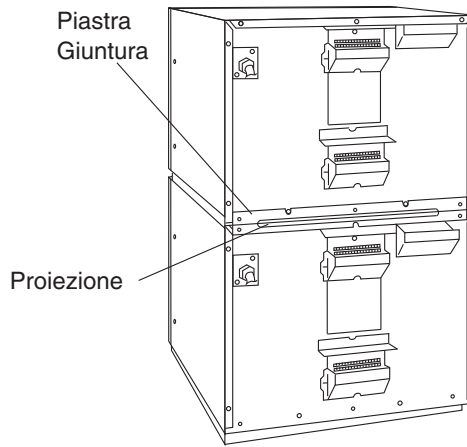

Fig. 2
4. Applicare e stringere le cinque viti (a) e la vite (b). Vedi Fig. 2.